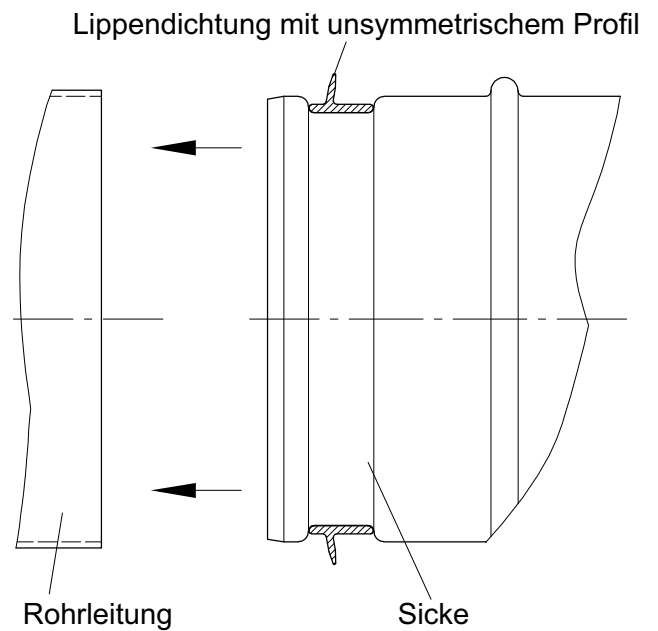

Abb. 7: Montage Lippendichtung
1. Lippendichtung in vorgesehene Sicke legen. Dabei auf korrekte Ausrichtung der Lippendichtung achten, siehe Abb. 7.